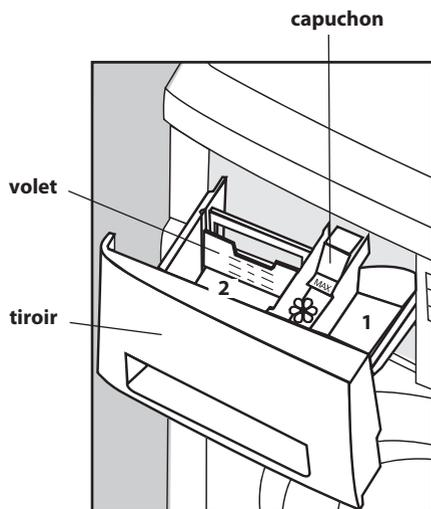
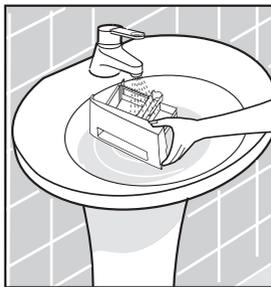

Figure 14
Figure 18
**ATTENTION ! Pour le premier cycle de lavage au compartiment 2 du tiroir (fig. 14) charger la moitié de la norme de détergent, en prenant en considération les recommandations de son producteur pour le chargement maximum du linge.**
Dans la machine est prévu le tiroir de détergents (fig. 14).
Pour l'utilisation du détergent synthétique (DS) liquide au compartiment 2 de la cuvette est prévu le volet conformément aux figures 14, 16, sur les deux côtés duquel sont appliqués les niveaux numériques du dosage en ml.
A l'utilisation des détergents en poudre il faut retirer le volet du compartiment pour le lavage principal 2 (fig. 14). Il faut surveiller pour que le poudre ne soit pas au compartiment pour les moyens
A la sélection de la fonction supplémentaire  on met les détergents au compartiment 1 (fig. 14). A l'utilisation du détergent synthétique liquide on doit le verser directement avant le lavage.
L'additif de blanchiment à la sélection du programme  (élimination des taches) est versé au compartiment 1 (fig. 14) et le blanchiment a lieu directement après le lavage principale.
Pour améliorer la qualité du lavage et la protection de la machine contre les dépôts des sédiments calcaires au lavage à l'eau avec un degré de rigidité II ou III il est recommandé en plus des détergents synthétique d'utiliser l'adoucisseur de l'eau. Il faut l'additionner aux détergents au compartiment 2 (fig. 14) conformément aux recommandations du producteur.
On enlève les taches de moisissure avec l'additif de blanchiment au comportement 1 du tiroir des détergents (fig. 14), si le tissu maintient bien l'influence du blanchiment. Dans les autres cas la partie encrassée doit être mouillée avec la solution de 10% du peroxide d'hydrogène et on fait laisser pendant 15 minutes.
Tirez le volet du tiroir, les capuchons, le tiroir pour l'agent liquide de blanchiment (fig. 14) et lavez soigneusement les surfaces extérieures et intérieures sous un jet d'eau chaude. Lavez le tiroir pour les détergents (fig. 18). Mettez les pièces démontables aux compartiments du tiroir et installez le tiroir à la machine.